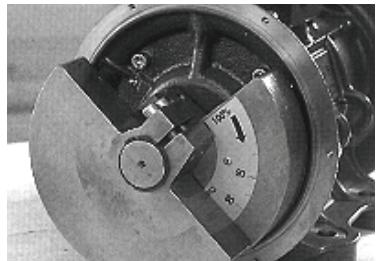

Fig. 15
Чтобы отрегулировать интенсивность вибрации, снимите концевые крышки (18), отпустите винт, который крепит наружный дебалансный груз и передвиньте груз, так чтобы получить требуемый процент центробежной силы. Проценты вибрации можно видеть на регулировочной пластине (14) (рис. 15). Грузы на обоих концах вала ДОЛЖНЫ быть отрегулированы до одной и той же величины процентов. По окончании регулировки, зажмите грузы и поставьте обратно концевые крышки, не забыв поставить кольцевую прокладку (17) и не повредив ее.